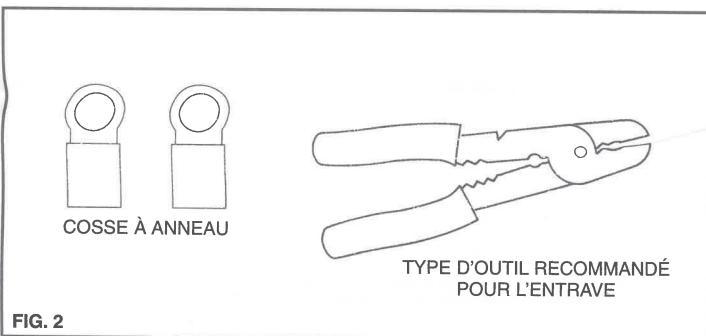

FIG. 2
C) Pour certaines pompes, il est nécessaire de couper les fils près du connecteur ou de bornes existants, et de dénuder 13 mm d'isolation sur les fils. Sertis les nouvelles cosses avec l'outil recommandé. (Fig. 2). S'il y a une gaine de protection en caoutchouc sur la cosse, elle peut être retirée et jetée.